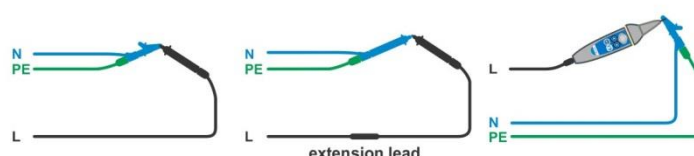

Abbildung 7.22: Kurzgeschlossene Prüfleitungen
- › Schließen Sie das Prüfkabel am Prüfgerät an und schließen Sie alle Prüfleitungen miteinander kurz, siehe **Abbildung 7.22**.